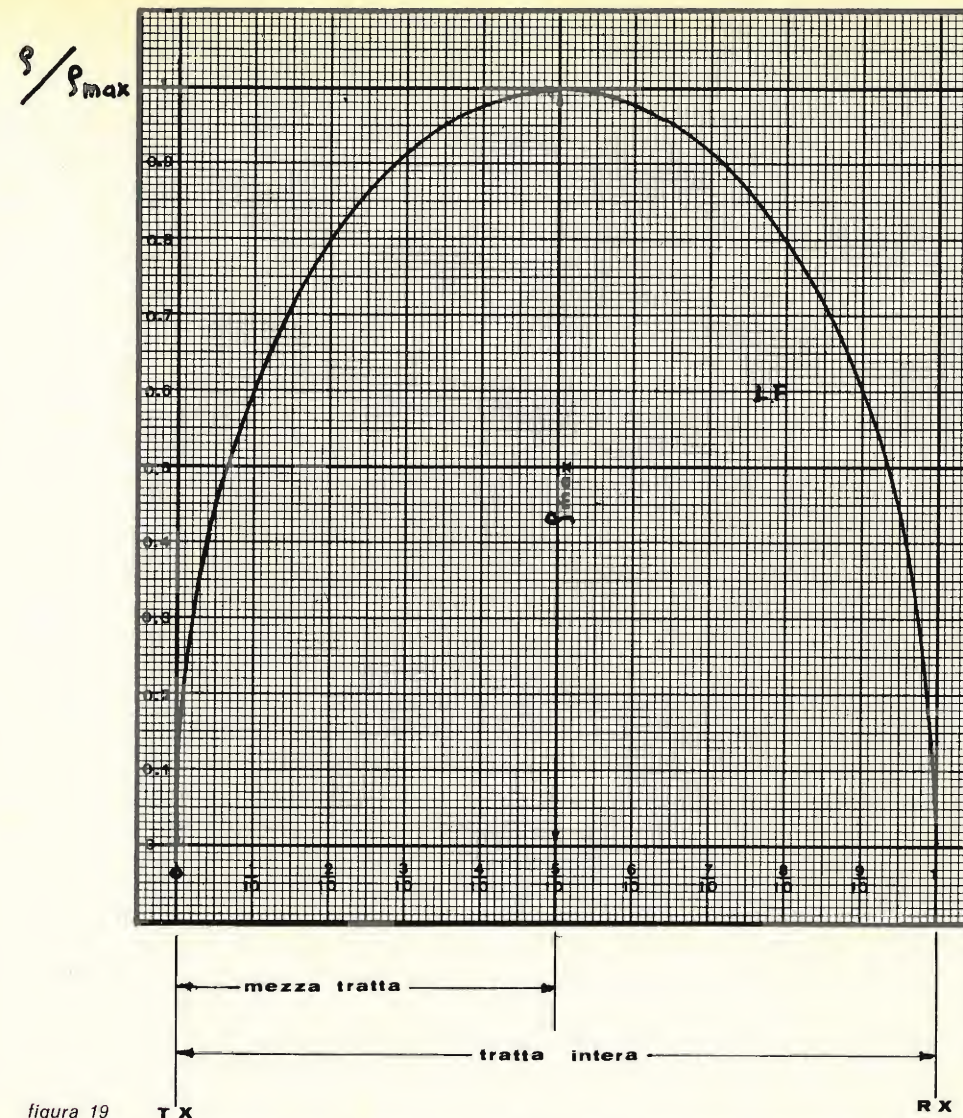

figura 19
Per le altre distanze, partendo dal punto TX, il raggio  $\rho$  si ricaverà poi dal grafico di figura 19. Da questo si rileva infatti che, ad esempio, a un decimo (1/10) della distanza totale (partendo da TX) il raggio  $\rho$  è
3) tracciare per punti tutto l'ellissoide mediante l'ausilio della figura 19;